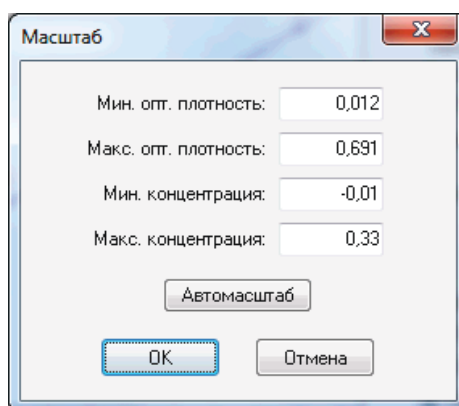

Рисунок 7 – Окно задания масштаба графика.
- **Градуировочный график – 3.** Отображается, если заданы параметры градуировки, а для градуировки по стандартным образцам, также выполнен расчёт градуировки. В этом случае разблокируется кнопка изменения масштаба графика – . При нажатии этой кнопки на экран выводится окно задания масштаба графика (Рисунок 7). Для градуировки по стандартным образцам при наведении курсора мыши на точку образца на графике градуировки отображается ошибка аппроксимации для данного образца.